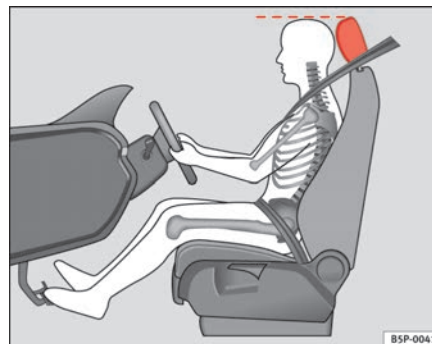

Fig. 2 Posición correcta del apoyacabezas del conductor
- Ajuste el apoyacabezas de modo que el borde superior del mismo quede a la altura de la parte superior de su cabeza ⇒ **fig. 2**.